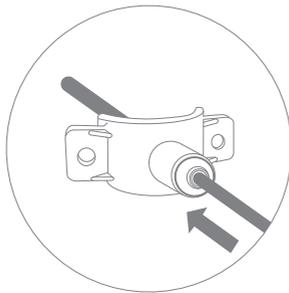

Рис. 13
- Проденьте красную трубку через штуцер хомута, чтобы она вышла с внутренней стороны хомута на 7...10 мм (рис. 13).